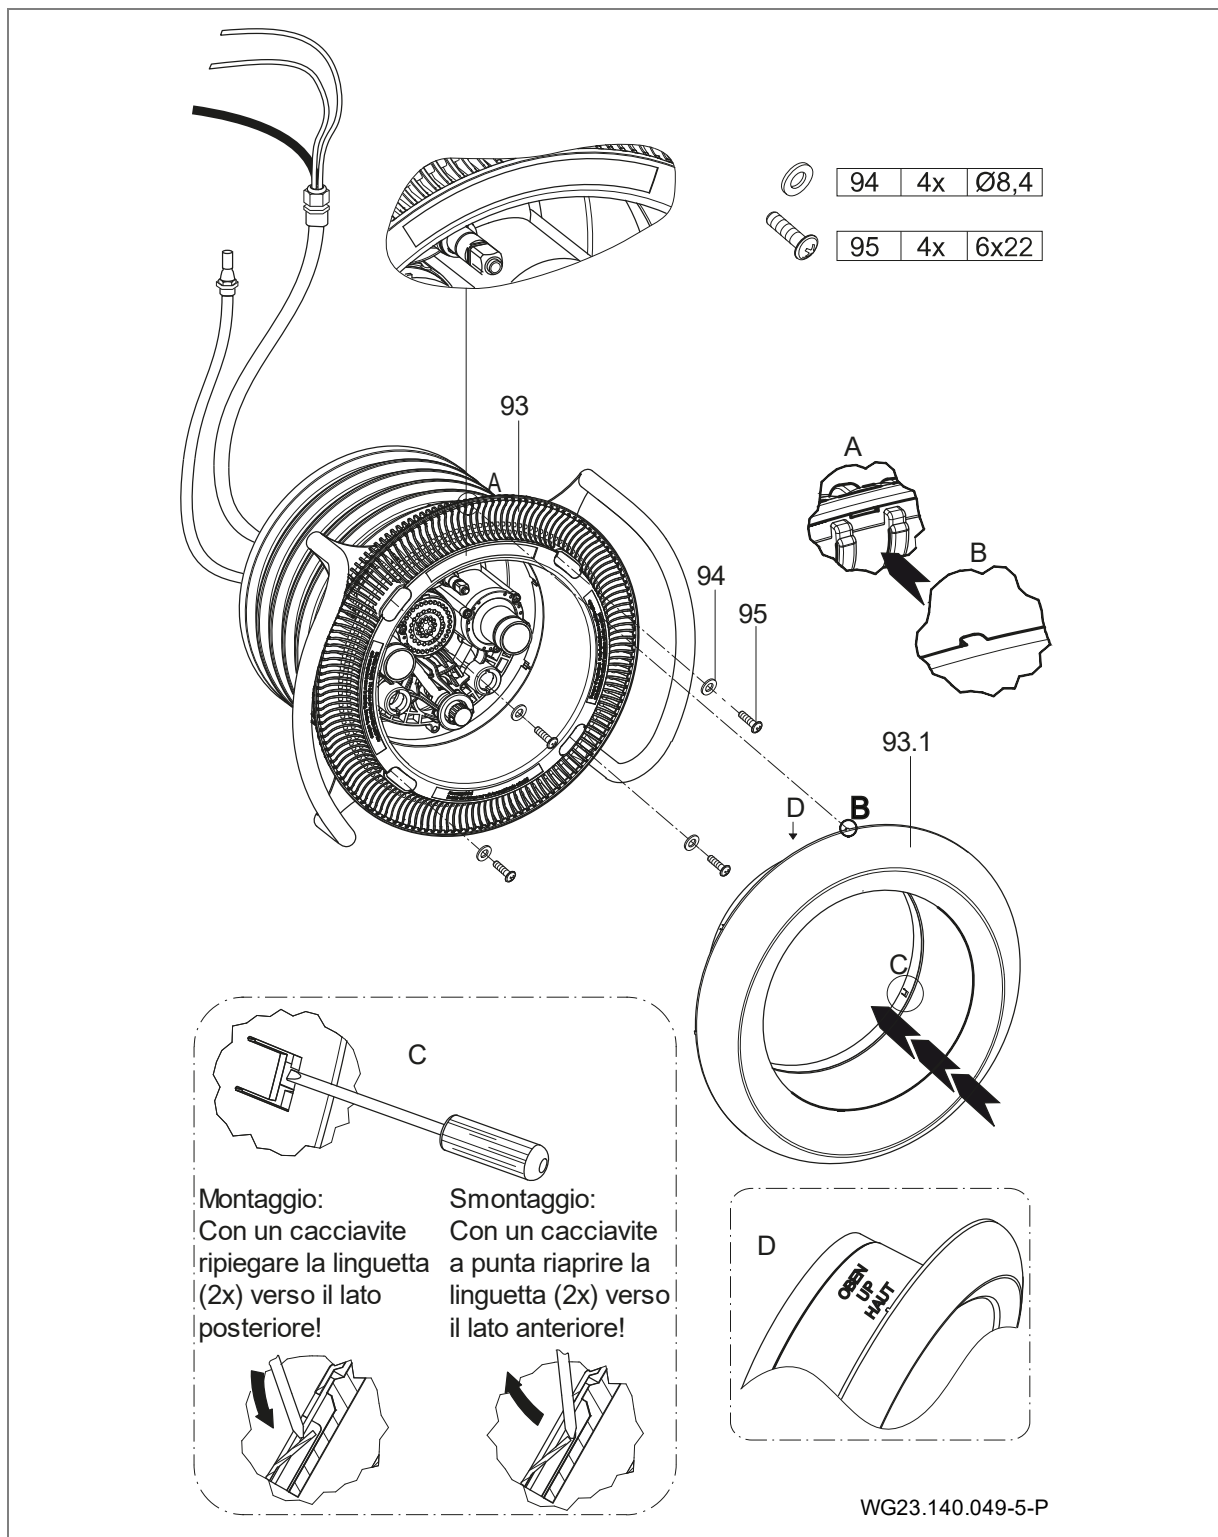
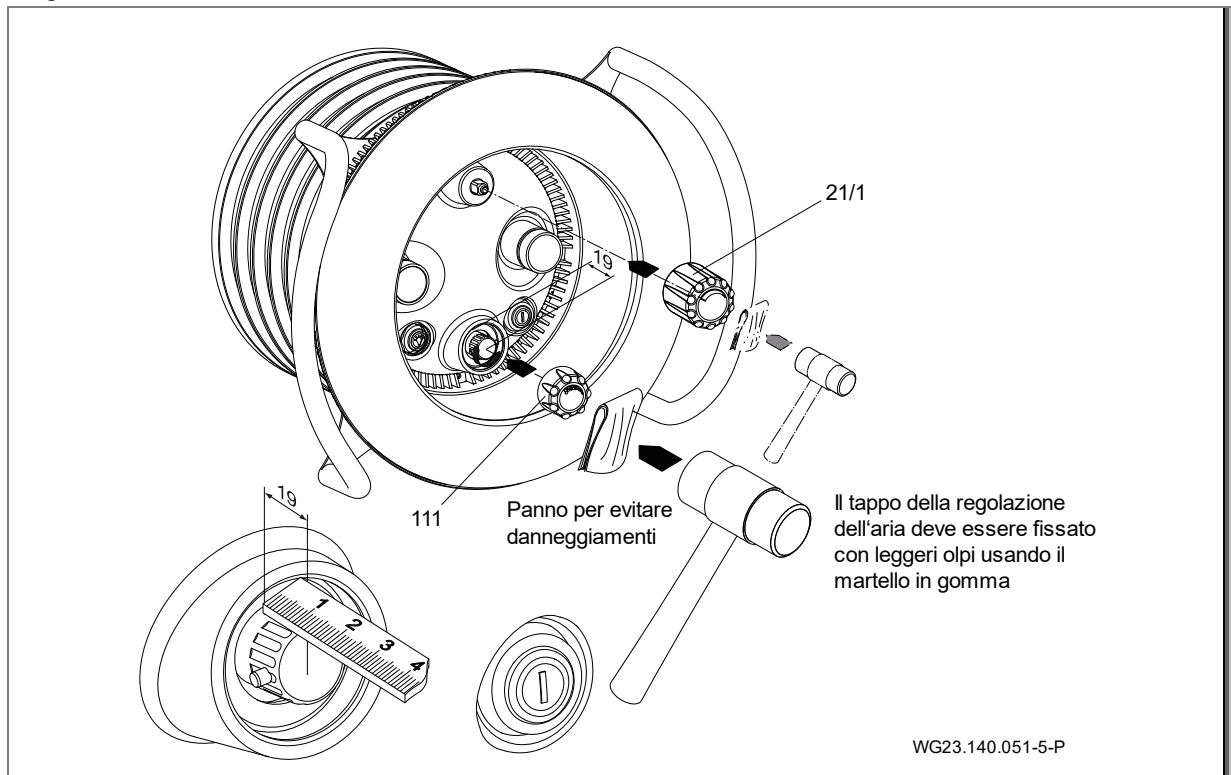

Fig. 19
Fig. 21
7. Posizionare l'intero alloggiamento degli ugelli (102.1) sulla corpo da murare (1) e fissare le dieci viti autofilettanti premontate (61). (Fig. 19)
Primavera Deluxe: Pressare con cautela i pulsanti piezoelettrici con due O-ring montati nelle relative sedi premontate sull'alloggiamento degli ugelli. Se necessario, utilizzare vaselina. (Fig. 19)
9. Applicare la copertura di aspirazione (93) sull'anello elastico (28) e fissarla con le quattro rondelle (94) e le quattro viti autofilettanti (95). (Fig. 19)
11. Centrale la copertura della luce (110) sull'alloggiamento degli ugelli (102.1) e fissarla con le quattro viti autofilettanti (112). (Fig. 21)
1. Sfilare il coperchio per la regolazione della portata (21/1) e dell'aria (111). Nella versione BADU JET Primavera Deluxe si deve allentare la vite senza testa prima di staccare il cappuccio. Vedere "Fig. 21".
2. Allentare le viti autofilettanti (112) e rimuovere la copertura della luce (110).
3. Piegare in avanti le due linguette della copertura di acciaio inox e rimuovere la copertura. Vedere "Fig. 19".
4. Allentare le viti autofilettanti (95) e rimuovere la mascherina/copertura di aspirazione (93) e il maniglione di sostegno (70).
5. In caso di necessità, allentare le viti autofilettanti (61). Rimuovere l'alloggiamento degli ugelli (102.1). Durante questa operazione tener conto del tubo dell'aria (4) che è fissato sul corpo da murare (1).
6. Svitare le viti (52). Rimuovere il maniglione di sostegno (70), l'anello elastico (28) e la guarnizione ad anello elastico (27).